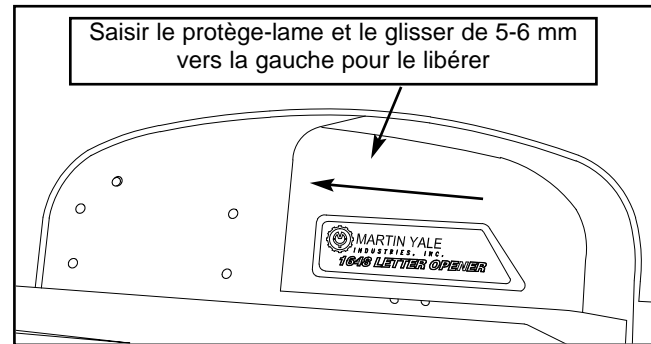

Figure 8
2. Maintenir le protège-lame des deux côtés et le faire glisser de 5-6 mm vers la gauche pour le séparer de la tôle de protection arrière. Voir la Figure 8.